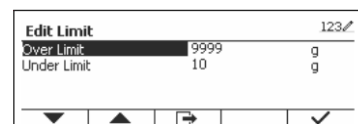

Figure 57
2. Sélectionnez la limite supérieure ou inférieure et appuyez sur le bouton correspondant à l'icône ✓ pour modifier la valeur. (Voir Figure 57)